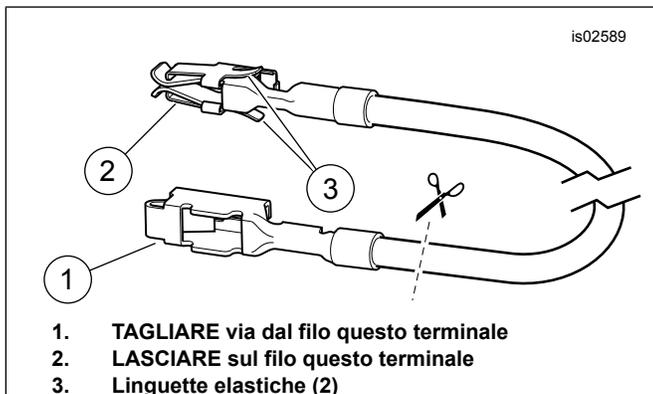

Figura 8. Filo dell'adattatore del pannello fusibili (modelli Dyna e Softail)
3. Vedere Figura 22. Prendere dal kit il filo arancione/bianco dell'adattatore del pannello fusibili (9). Ad ogni estremità, prendere nota del terminale (vedere Figura 8). Solo il terminale con le linguette elastiche è adatto a questo pannello fusibili. Tagliare con attenzione il terminale non usato via dal filo ed eliminarlo.